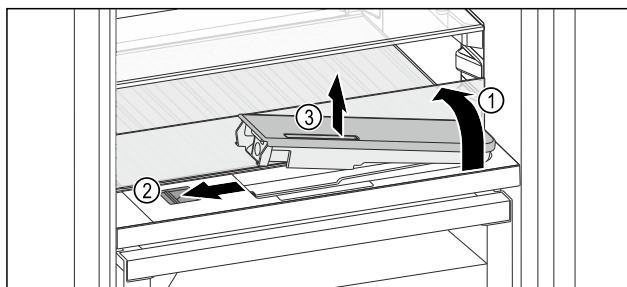

Fig. 124
- ▶ Підняти скляну панель і відкинути до упору назад Fig. 124 (1).
- ▶ Посуňte повзунок Fig. 124 (2) уліво.
- ▶ Вийняти бак для води Fig. 124 (3).